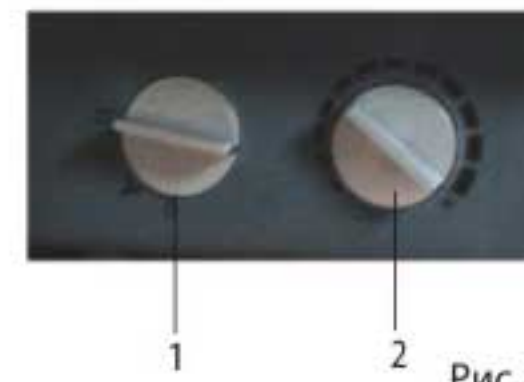

Рис. 5
Панель управления прибором, находится на боковой панели корпуса (см. рис. 5).
2. Выберите комфортный для Вас режим обогрева, установив переключатель мощности в одно из представленных положений (см. рис. 5).
При активации функции « Антимерзание» если тепловентилятор включён он автоматически начинает обогрев при падении температуры до + 5 °С. Для активации данной функции ручку термостата нужно перевести в положение «->» ( рис.5).